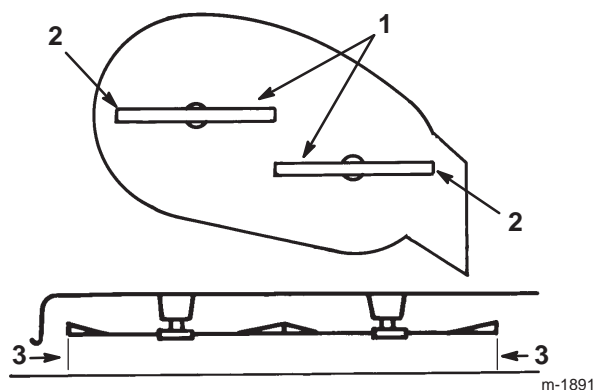

Figure 47
8. Tournez prudemment les lames pour qu'elles soient parallèles dans le sens transversal (Fig. 47).
9. Mesurez la distance entre les tranchants extérieurs et le sol plat (Fig. 47). Si les deux mesures diffèrent de plus de 5 mm, l'horizontalité transversale doit être réglée comme expliqué aux points 10 à 13.